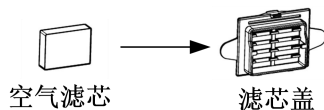

图 3-2
(1) 首先将空气滤芯（空气滤芯尺寸：34 mm×25.5 mm×8 mm）安装在滤芯盖上，如图 3-2 所示：